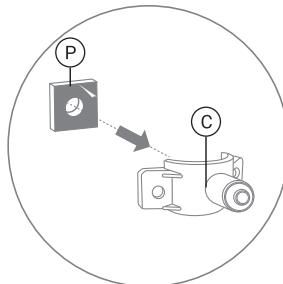

Рис. 24
- приклейте прокладку (Р) (рис. 24) с внутренней стороны хомута (С), одновременно совмещая отверстие в прокладке с отверстием в штуцере хомута;